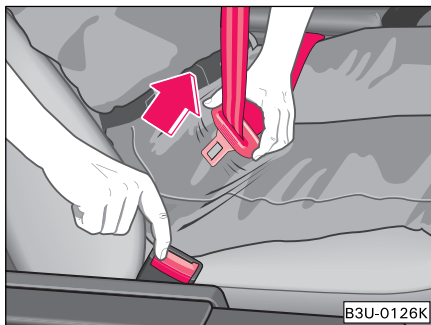

Fig. 126 Eliberarea elementului de fixare din fanta de fixare a centurii
- Apăsați tasta roșie de pe fanta de fixare ⇒ Fig. 126. Elementul de fixare va sări afară.